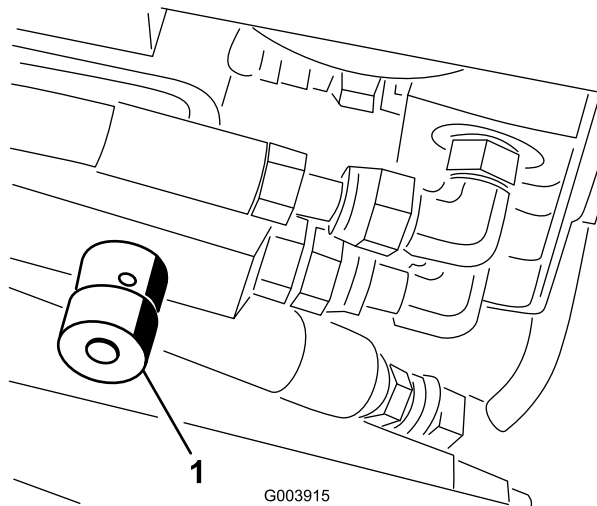

Figura 76
1. Levante el capó y localice la válvula en el lado izquierdo trasero de la máquina (Figura 76).